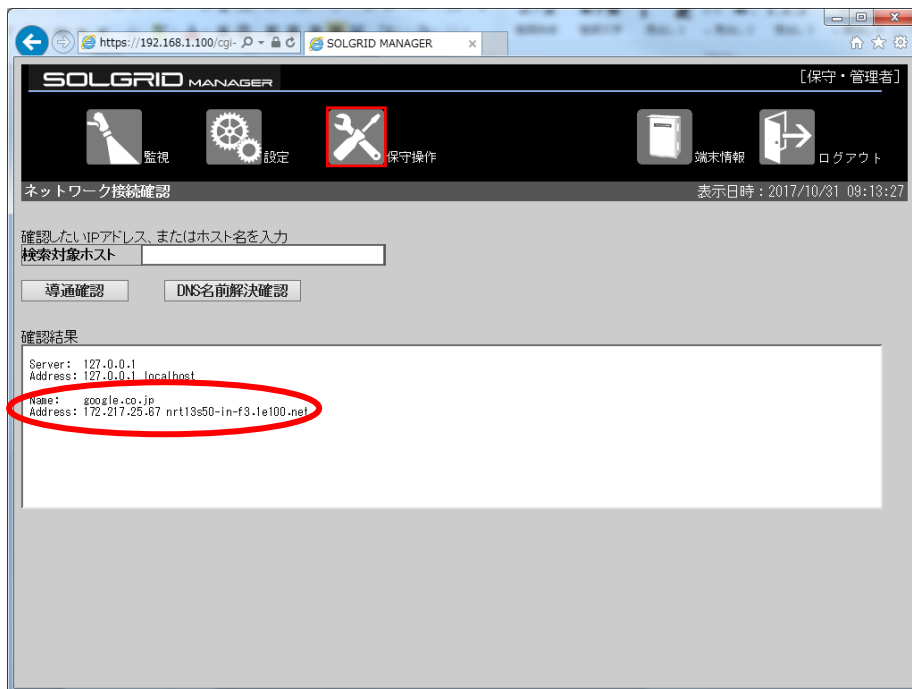

図 3.6-51 DNS 名前解決結果・正常時
④「確認結果」にコマンドの実行結果が表示されます。結果の確認方法の詳細は図 3.6-51 を参照してください。
正常な場合は図 3.6-51 に示すように下段に入力したホスト名とそのホストの IP アドレスが表示されます。表示された IP アドレスが、設定されたものと違う場合は、ネットワーク管理者に相談してください。